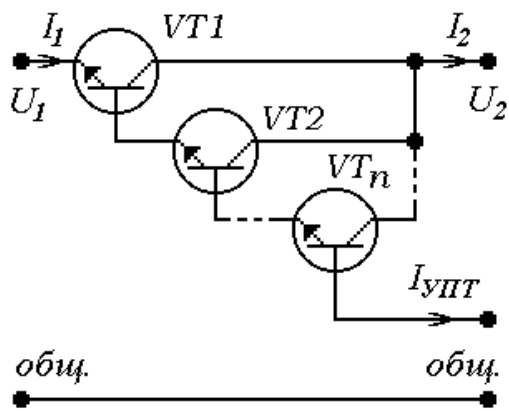

Рис.7. Вариант 7
$$K_{I_l} = \beta_l, \quad l=1...n, \text{ для рис. 7, 8.} \quad (11)$$
$$R_l = \infty, \quad l=1...n, \text{ для рис. 7, 8.} \quad (14)$$
$$I_{УПТmax} = \frac{I_{РЭmax}}{\prod_{i=1}^n K_{I_i}}, \text{ для рис. 7, 8, 9, 10.} \quad (18)$$
$$R_{\text{вхРЭ}} = \sum_{l=1}^n \left(r_{\text{вх}_l} \prod_{i=0}^{n-l} K_{I_i} \right), \text{ для рис. 7, 8.} \quad (28)$$